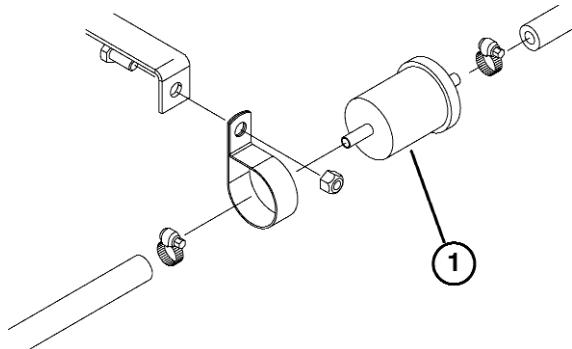

Bild 24
Tauschen Sie den Kraftstoff-Vorfilter (Bild 24), der sich zwischen dem Kraftstofftank und der Kraftstoffpumpe befindet, alle 400 Betriebsstunden oder mindestens einmal jährlich aus.
1. Klemmen Sie beide Kraftstoffleitungen am Kraftstofffilter ab, so dass beim Entfernen der Leitungen kein Kraftstoff ausströmen kann (Bild 24).